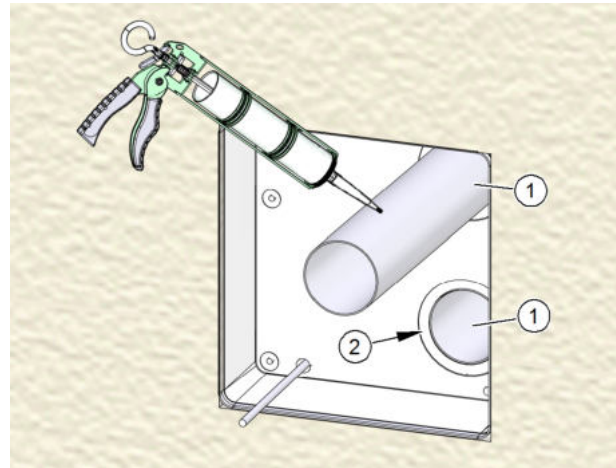

Abb. 23: Lüftungsrohre einsetzen und fixieren
- ▶ Tragen Sie dauerelastischen Dichtstoff auf die äußere Hülle der Lüftungsrohre (Pos. 1 in Abb. 23) auf.
- ▶ Schieben Sie beide Lüftungsrohre mit Drehbewegungen soweit in die Öffnungen des Mauerkastens ein, dass sie bündig abschließen (Pos. 2 in Abb. 23).